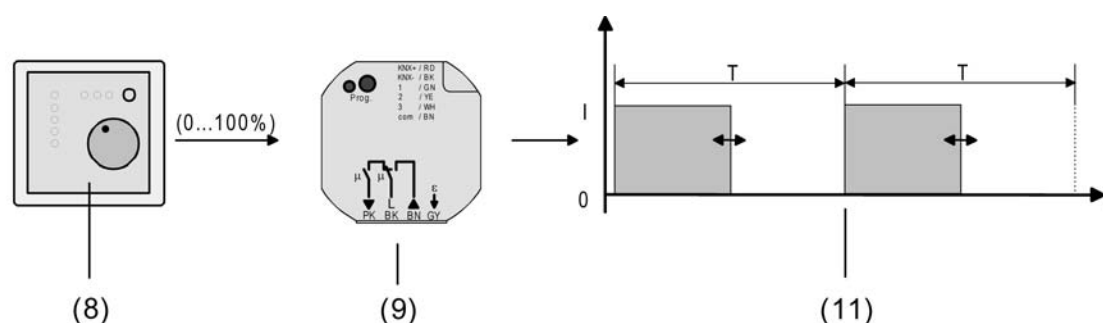

Bild 38: Stellgrößenprinzip bei stetiger Stellgröße
(8) Raumtemperurregler (RTR) (Stellgröße "1 Bit")
(9) Fensteraktor
(10) Schaltendes Ausgangssignal für Ventilantriebe
Das über das 1 Byte Objekt "Stellgröße" empfangene Werttelegramm wird im Normalbetrieb durch das Gerät in ein äquivalentes pulsweitenmoduliertes Schaltsignal an den Ventilausgängen umgesetzt (Bild 38). Der aus dieser Modulation resultierende Mittelwert des Ausgangssignals ist unter Berücksichtigung der im Gerät einstellbaren Zykluszeit (T) ein Maß für die gemittelte Ventilstellung des Stellventils und somit eine Referenz für die eingestellte Raumtemperatur (siehe "Pulsweitenmodulation bei stetigen Stellgrößen und stetigen Soll-Ventilpositionen").